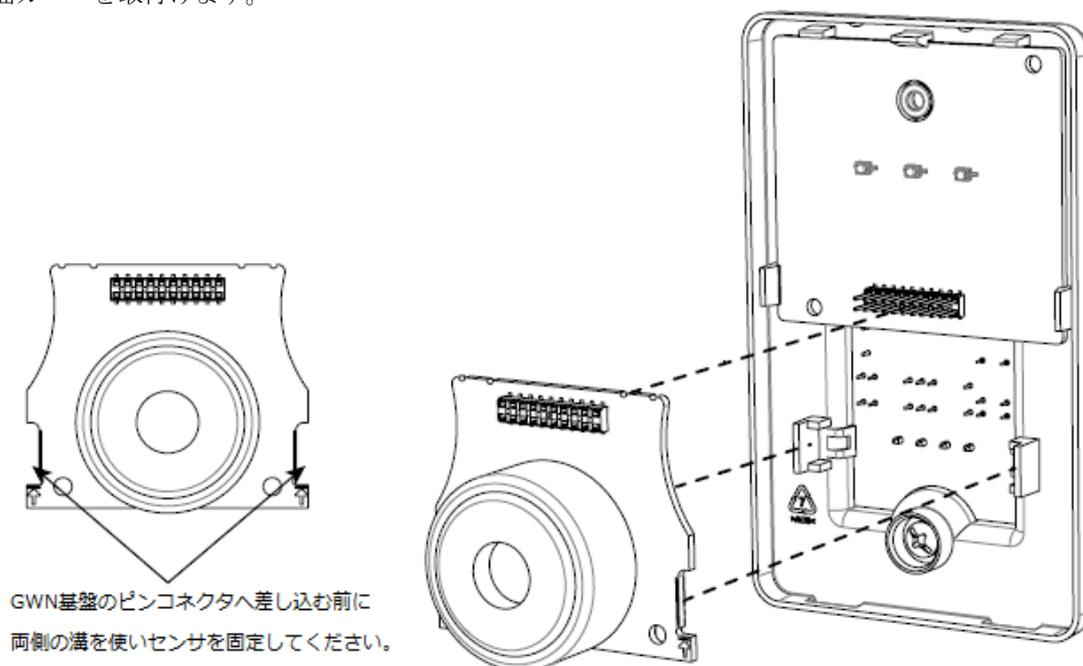

図 4. センサの設置
- 4) AGxx センサの両側の溝を使い、センサが正しい位置に来るようにします。(下記図 4 参照)